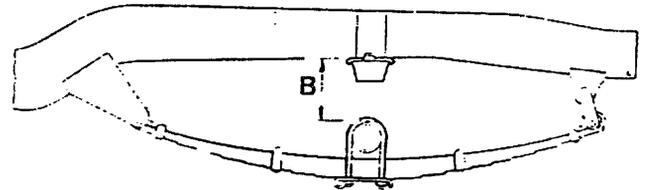

Fig. 5B.4-6
Apriete el bulón de las gemelas (11) y las contratuercas (10) (Fig. 5B.4-3) al par especificado. Por la parte delantera, apriete la tuerca (9) del bulón (Fig. 5B.4-3) al mismo par.